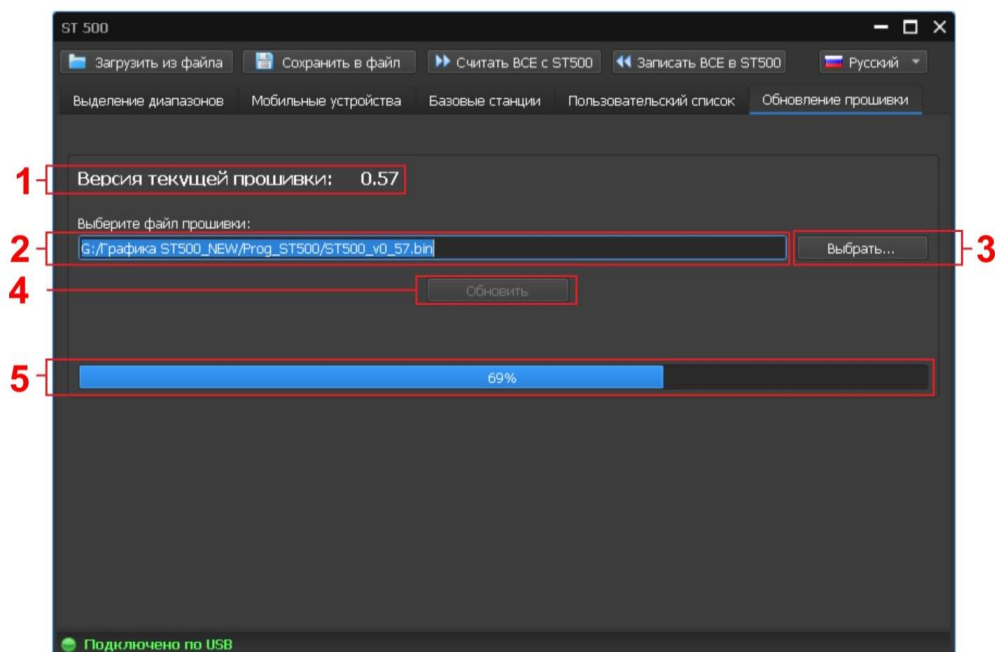

Рис.52
Вид экрана в режиме «Обновление прошивки» представлен на рис. 52.
Цифрами на рис. 52 обозначено:
6. В появившемся окне указать путь к файлу с новой прошивкой и нажать кнопку «Открыть». В поле (рис.52 п.2), отобразится имя файла и путь к нему.
7. Нажать кнопку «Обновить». Ход обновления отображается на индикаторе (рис.52, п.5). По завершении обновления появляется окно «Обновление завершено».
9. В поле (рис.52, п.1) отобразится номер обновленной версии прошивки.